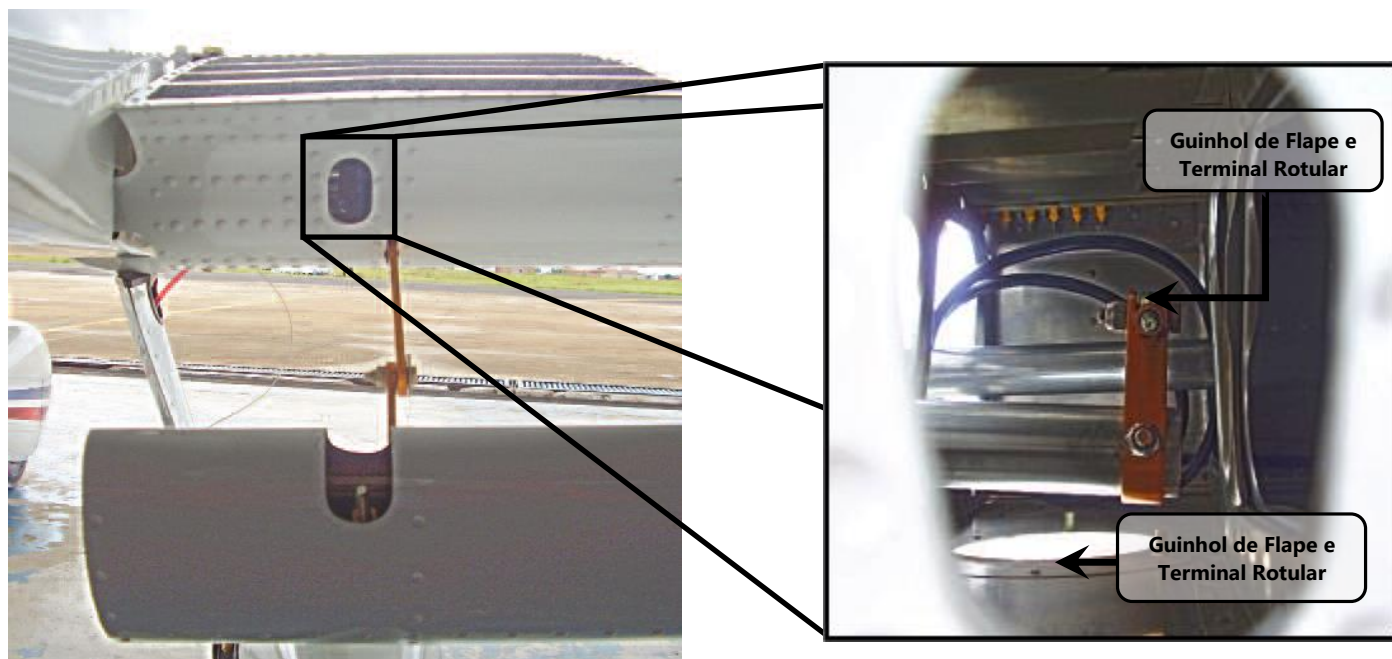
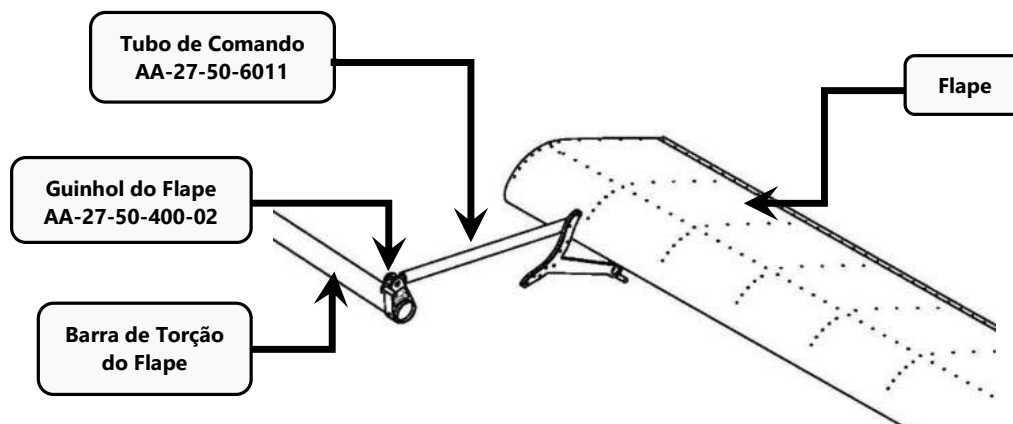
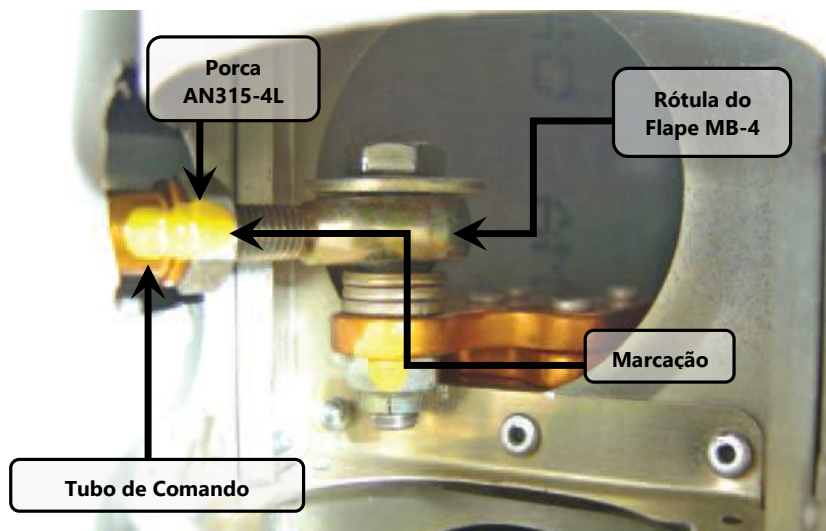

Figura 57.50.7 – Detalhe do guinhol do flape interno a asa.
Figura 57.50.13 – Detalhe da haste de comando do flape.
Figura 57.50.14 – Janela de comando do Flape (detalhe na figura 57.50.12 e figura 57.50.9).
7. Instalar o tubo de comando do flape AA-27-50-6011 no guinhol interno à asa, ver figura 57.50.7, figura 57.50.8 e figura 57.50.13.
A figura 57.50.9 e a figura 57.50.10 mostram a localização da janela de inspeção que dá acesso ao guinhol do flape, mostrado na figura 57.50.7. Para auxiliar a instalação do tubo de comando AA-27-50-6011.
8. Conectar a extremidade do tubo de comando AA-27-50-6011 (ver o detalhe interno à asa na figura 57.50.13), na rótula MB-4 do flape, mostrada em detalhes na figura 57.50.14.
A figura 57.50.13 mostra o detalhe, interno a asa, da disposição do tubo de comando AA-27-50-6011 e suas extremidades.
A figura 57.50.14 mostra o detalhe das instalações do terminal rotular e tubo de comando do flape.
3. Seguir o procedimento do item 57.50.5-Ajuste de tubos e terminais rotulares para o tubo de comando do flape AA-57-50-6130 e terminais rotulares (MM-4 e MB-4) indicados na figura 57.50.7 e figura 57.50.14 até que o flape alcance o batente da ferramenta de ajuste do flape
8. Realizar marcação nas porcas AN315-4L e AN315-4R dos terminais rotulares e no tubo de comando para futuras inspeções, conforme figura 57.50.14;